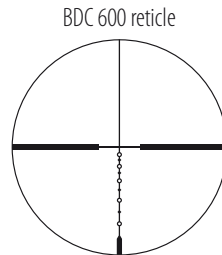
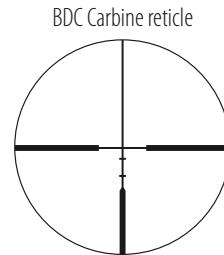

Fig. 3-1
Fig. 3-2
(1) Mise au point
- 1 Regardez dans l'oculaire, l'œil placé à environ 4 pouces (10 cm) de l'oculaire, pour voir le réticule BDC 600 (Fig. 3-1) ou le réticule BDC pour carabine (Fig. 3-2).